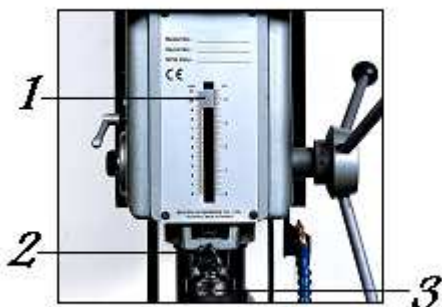

FIG.1
2.0 REGLAGE DE LA BUTEE DE PROFONDEUR (FIG.1)